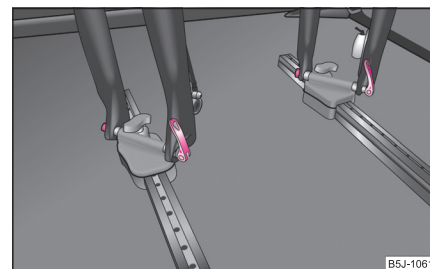

Abb. 80 Fahrrad einsetzen ►
- Die Fahrradgabel auf die Befestigungsachse aufsetzen und mit dem Schnellspanner festziehen ⇒ Seite 73, Abb. 80.